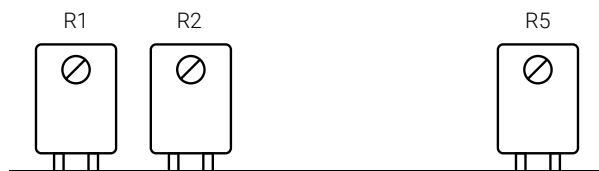

Рисунок 14
- если измеренные значения погрешности превышают 3 %, то проведите подстройку с помощью резистора R1 платы измерения и защиты (рисунок 14);
- если измеренные значения погрешности превышают 3 %, то произведите подстройку с помощью резистора R5 платы измерения и защиты (рисунок 14);